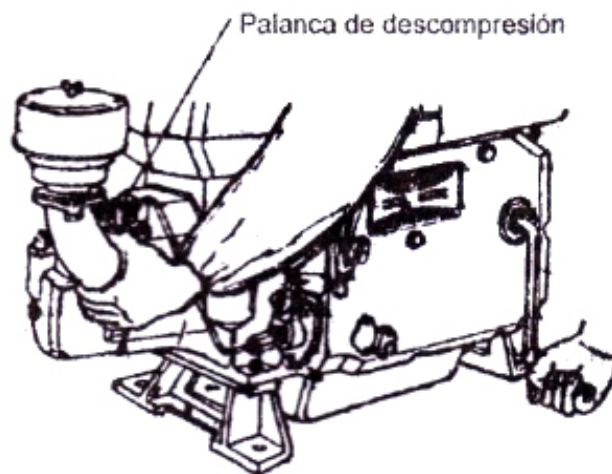

Figura 3. Arranque del motor con la manivela
- Presione con su mano izquierda la palanca de descompresión hacia atrás y con la derecha dele arranque con la manivela y aumente la velocidad cuando escuche el ruido de inyección. Cuando la velocidad de arranque llegue al máximo, largue repetidamente la palanca de descompresión, pero continúe haciendo girar la manivela con esfuerzo. El motor comenzará a funcionar por sí mismo, ver figura 3. Luego que ello suceda, el operador debe mantener con firmeza la manivela de arranque para evitar cualquier incidente.